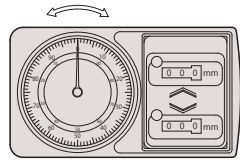

図1
- スライバ測定面を定盤または作業台に軽く接触させ、ダイヤル目盛を回し指針をゼロに合わせてください。(図1)